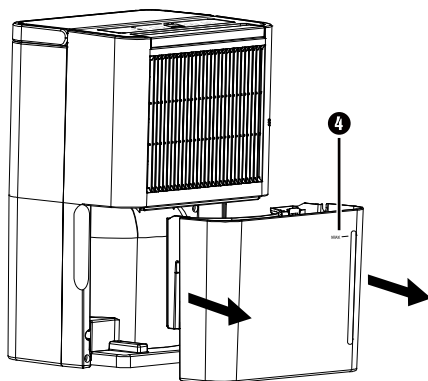

Fig. 2
- ◆ Sortez le réservoir d'eau ④ avec précaution au niveau des poignées encastrées sur les côtés de l'appareil (voir figure 2).